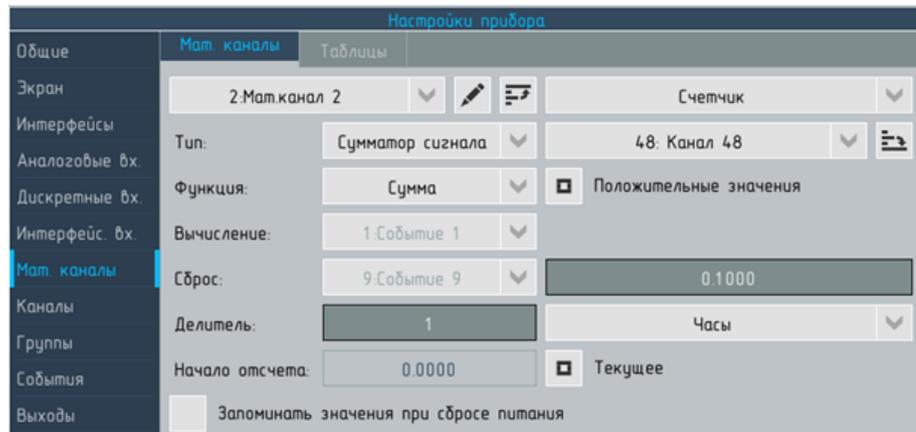

Рисунок 6.33 – Настройки прибора. Раздел Мат. каналы, тип мат.канала Счётчик тип счётчика – Сумматор сигнала
- ▶ сумматор сигнала – в качестве аргумента такого счётчика может выступать любой из каналов прибора (см. рисунок 6.33);